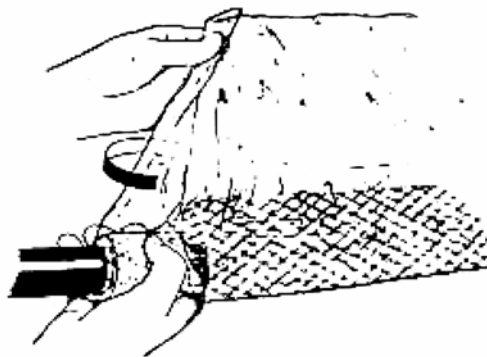

Рис. 9.24. Формирование опалубки.
9.2.13. Обернуть плотно пластиковый лист вокруг колец из мастики. Плотнo скрутить его углы в трубочку по направлению к центру срезка под углом 45° по отношению к оси кабеля (рис. 9.24.).